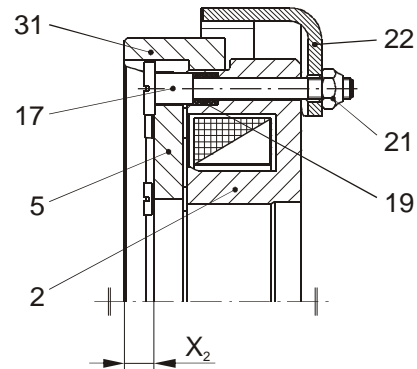

Bild 4
Das Einstellmaß X₂ entnehmen Sie Tabelle 3 und Bild 4. Der Distanzring (31) ist nicht verstellbar und hat keine Kontrollöffnungen für den Luftspalt zwischen Ankerscheibe (5) und Spulenträger (2). Deshalb wird bei dieser Bremsentype das Maß von der Anlagefläche des Distanzringes (31) zur Stirnseite der Ankerscheibe (5) eingestellt.